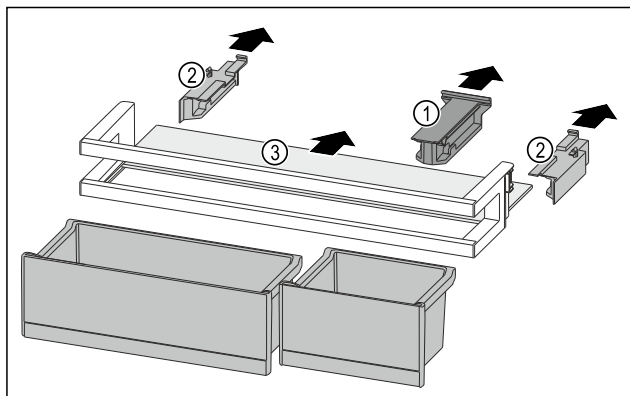

Fig. 198
- ▶ Retirer la pièce de retenue Fig. 198 (1).
- ▶ Retirer les parties latérales Fig. 198 (2).
- ▶ Retirer la tablette de rangement Fig. 198 (3).